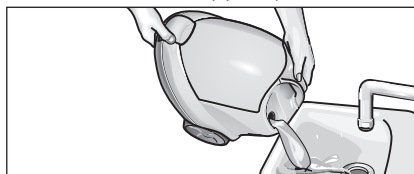

Abb.13: Kessel ausspülen
- Füllen Sie den Kessel mit Wasser und schütten ihn kräftig durch (Dadurch lösen sich Kalkrückstände, die sich auf dem Boden des Kessels abgesetzt haben). Gießen Sie dann das Wasser aus, indem Sie das Gerät zur Ecke mit dem Einfülltrichter kippen (siehe Abb. 13).
- Schütten Sie das restliche Wasser vollständig aus dem Kessel (s. Abb. 13).